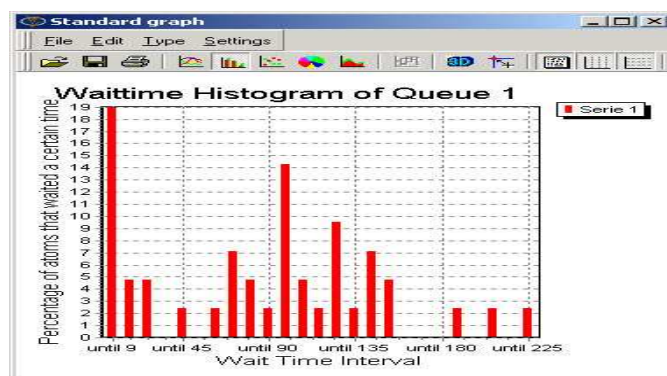

Figure 5-13 : Wait Histogram
- Wait Histogram. Cet option permet de créer un histogramme du temps pendant lequel un produit séjourne dans l'atome. Voir figure 5-13.